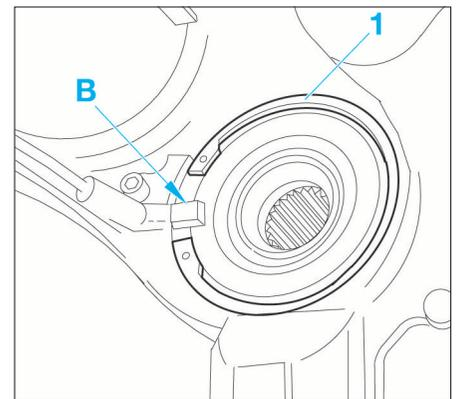

FIG. 25
- Poser un circlips neuf (1) de maintien du roulement dans son logement (Fig.25).